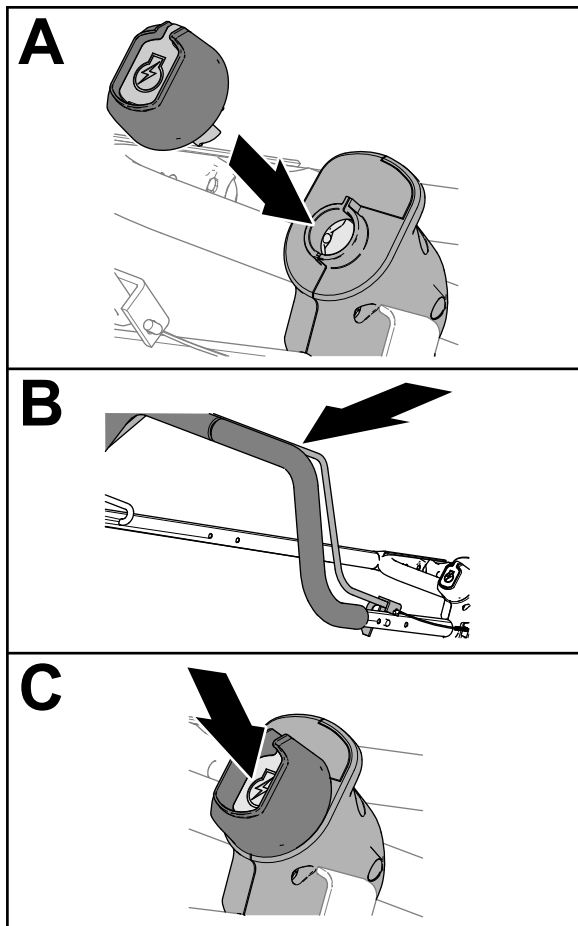

Figura 16
1. Inserte la llave de arranque eléctrico en el interruptor de arranque eléctrico (Figura 16).